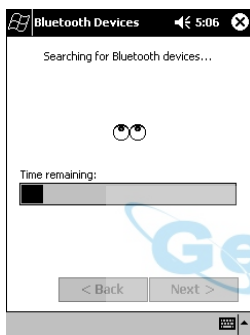

Figura 38- Búsqueda de dispositivos Bluetooth
- Haga clic sucesivamente en el botón **Next** de las dos pantallas siguientes del proceso. El ordenador de mano iniciará entonces una rutina para buscar todas las unidades próximas equipadas con un dispositivo Bluetooth (véase la figura 38 en la página siguiente).